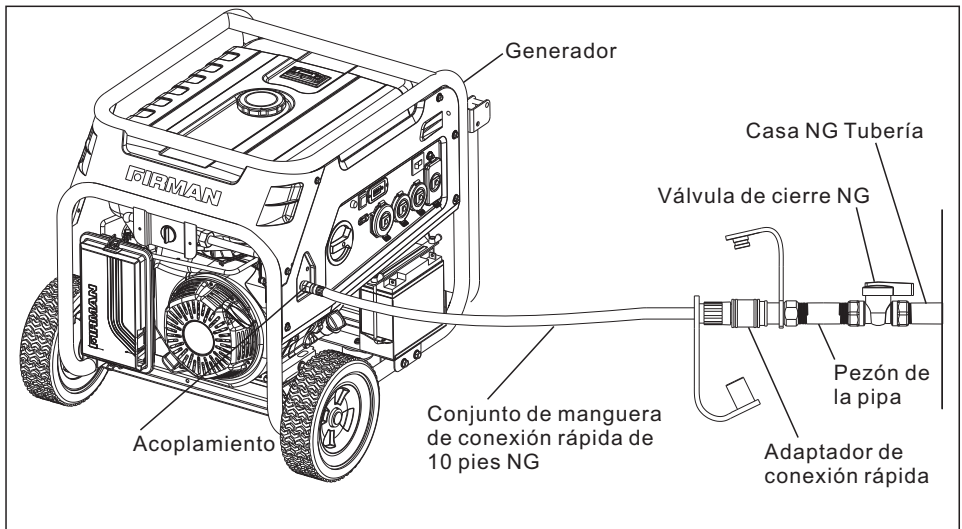

**Figura 10**
7. Verifique todas las conexiones y juntas con una solución de agua jabonosa sin amoníaco o una solución de detección de fugas. Las burbujas que parecen crecer en tamaño son la indicación de una fuga de gas (Figura 10).